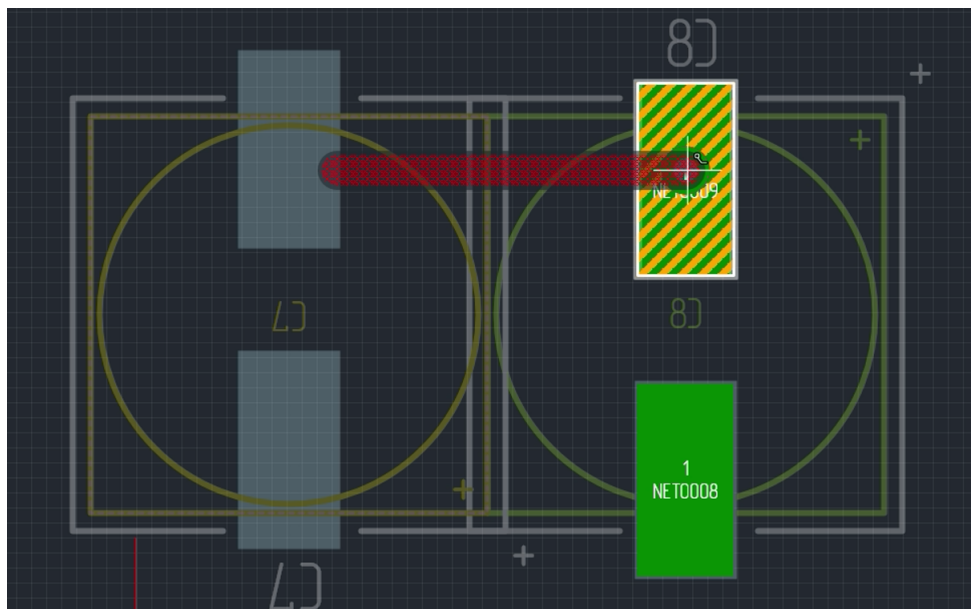

Рис. 186 Размещение ПО на КП в режиме трассировки
- Соединение двух КП. В режиме размещения трека иницилируем размещение с начальной КП, расположенной, например, на слое SIGNAL_TOP и переходим на слой SIGNAL_BOTTOM. В этот момент на конце трека возникнет переходное отверстие. Можно завершить трек, установив ПО непосредственно на финальной КП, см. Рис. 186.